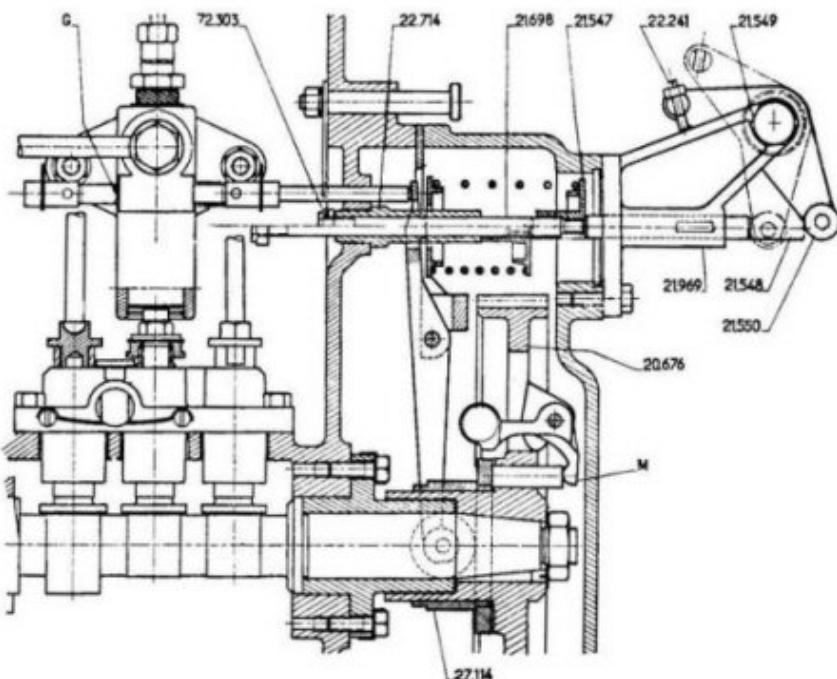

Figure 22. — Régulateur des moteurs jumelés
REGLAGES (voir figure 22)
- à la mesure, sur les pompes d'injection du cylindre n° 1 de chacun des moteurs, de la distance entre la face AV de la bague d'accouplement arrière et la face arrière dressée de la pompe d'injection (voir figure 22), les traits gravés (G) étant dans le plan de cette dernière face. (Cote B pour le moteur bâbord, cote T pour le moteur tribord.)